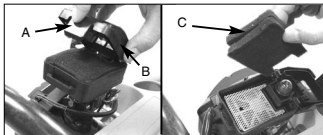

Fig. 6
1. Premete il tasto (A) e tenete la copertura in posizione, togliete la copertura (B) e il filtro dell'aria (C) dall'involucro del filtro stesso (Fig. 6).